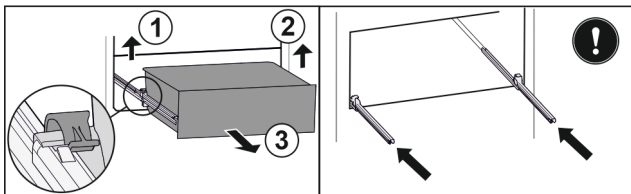

Fig. 66
- ▶ Soulever la bride gauche et tirer dans le même temps la partie gauche du tiroir vers l'avant. Fig. 66 (1)
- ▶ Soulever la bride droite et tirer dans le même temps la partie droite du tiroir vers l'avant. Fig. 66 (2)
- ▶ Retirer le tiroir par l'avant. Fig. 66 (3)